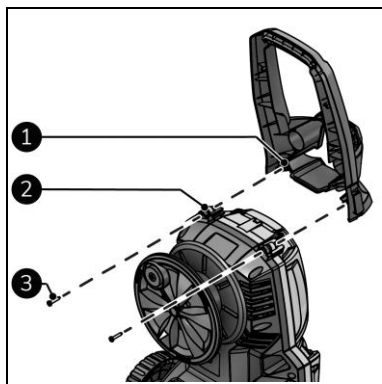

Figure 8
1. Fixez la poignée (figure 8, pos. 1) à la partie principale (figure 8, pos. 2) à l'aide des deux vis autotaraudeuses ST4,8x20 (figure 8, pos. 3).